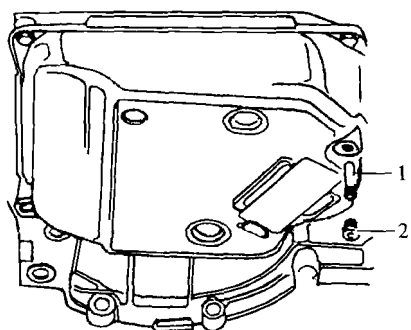
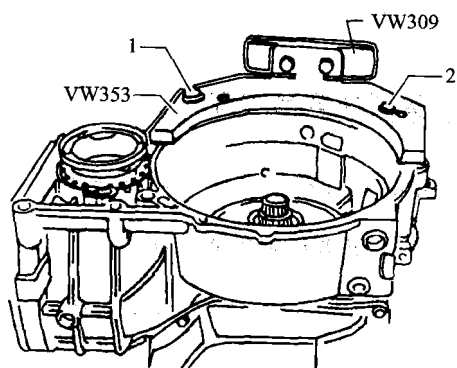

图 5-11 拆下自动变速器 ATF 溢流管和螺塞
图 5-12 固定自动变速器
(2) 拆下自动变速器 ATF 溢流管 1 和螺塞 2,将 ATF 排放到容器中,如图 5-11 所示。
(3) 关闭自动变速器油冷却器油口。拆下液力变矩器。
(4) 用螺栓 1 和 2 将自动变速器固定到翻转架上,如图 5-12 所示。